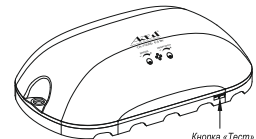

Рисунок 1. Внешний вид светильника CA-7008Б
Светильник светодиодный энергосберегающий CA-7008Б с датчиком освещённости и акустическим датчиком (рис.1) состоит из корпуса,
светодиодного модуля, датчика освещённости, акустического (шумового) датчика, многорежимного электронного реле времени и электронного силового ключа (рис.1). Принцип работы изделия состоит в оценке уровня акустического шума, освещённости, и, на основании сделанной оценки, а также заданного режима работы, увеличении или уменьшении яркости светодиодов, либо полном их выключении. Изделие оснащено многорежимным электронным реле времени с функцией перезапуска при появлении сигнала от акустического датчика до истечения заданного времени освещения. Функция перезапуска обеспечивает комфортное нахождение человека в зоне действия акустического датчика продолжительное время. При пропадании напряжения питающей сети светильник автоматически переходит в режим автономной работы от аккумуляторов, установленных в аккумуляторный отсек светильника. При возобновлении питания от сети светильник возвращается в прежний режим работы, а аккумуляторы заряжаются. Индикация процесса заряда аккумуляторов обеспечивается светодиодом жёлтого цвета, установленном сбоку светильника (рис.2). После завершения заряда светодиод гаснет.
- 5.1 Для быстрой проверки аккумуляторов следует нажать кнопку «Тест» (рис.1), и удерживать в течение 30 секунд, при этом основная секция светодиодов погаснет и светильник перейдёт на питание от аккумуляторов. Свечение светодиодов аварийного режима свидетельствует об исправности аккумуляторов, при отсутствии свечения аккумуляторы следует заменить. Перед проверкой исправности аккумуляторов светильник должен быть подключён к питающей сети не менее 12 часов.